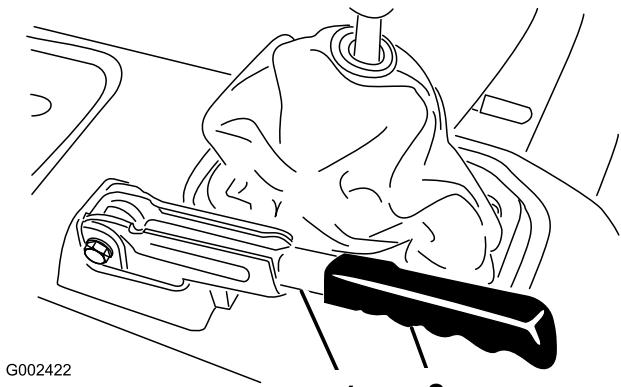

図 62
1. 駐車ブレーキレバーのゴム製グリップをはずす（図 62）。